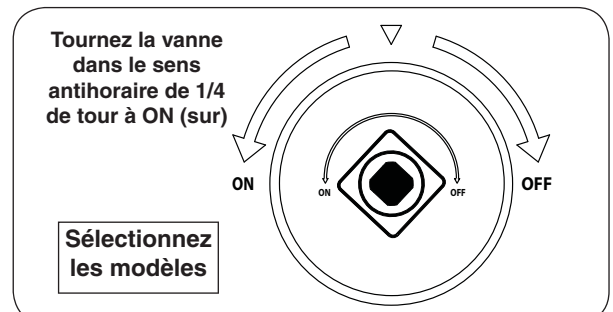

Fig. 44-2 SUR/ÉTEINDRE vanne clé détail
2. Si muni, tournez la SUR/ÉTEINDRE vanne clé de la hauteur dans le sens antihoraire de 1/4 de tour à la position **ON** (sur) (Fig. 44-2).